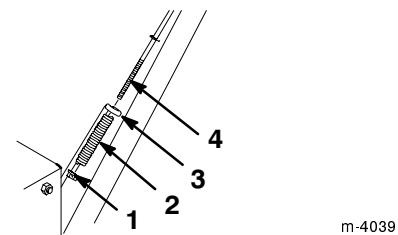

Figure 7
3. Tenez les mancherons en position de montage et insérez la tige de traction dans la boucle de la tige de traction inférieure (Fig. 7).
- Glissez le ressort sur le bas de la tige de commande de traction (Fig. 7).
- Vissez un contre-écrou à embase (embase vers le haut) sur le bas de la tige de commande de traction, sous le ressort (Fig. 7).